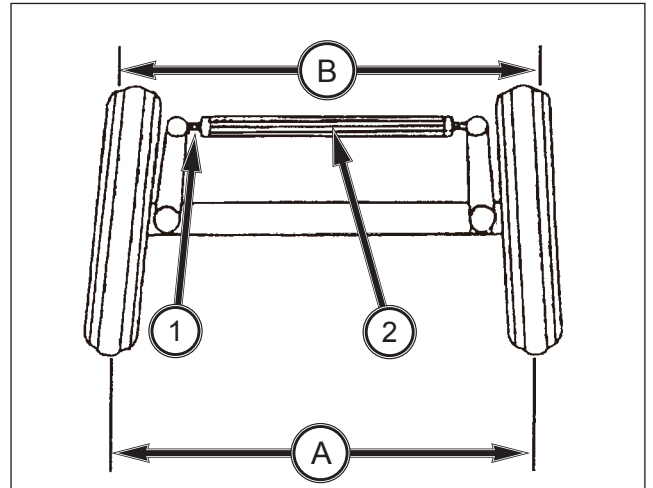

ABB. 120
ABB. 120: Zum Einstellen der Feststellbremse die Sicherungsmuttern rechts (1 und 2) lösen. Die Stange mithilfe der Spannschraube (3) so einstellen, dass die Feststellbremse fest zugreift, wenn der Feststellbremshebel 2 Kerben weit angezogen ist.